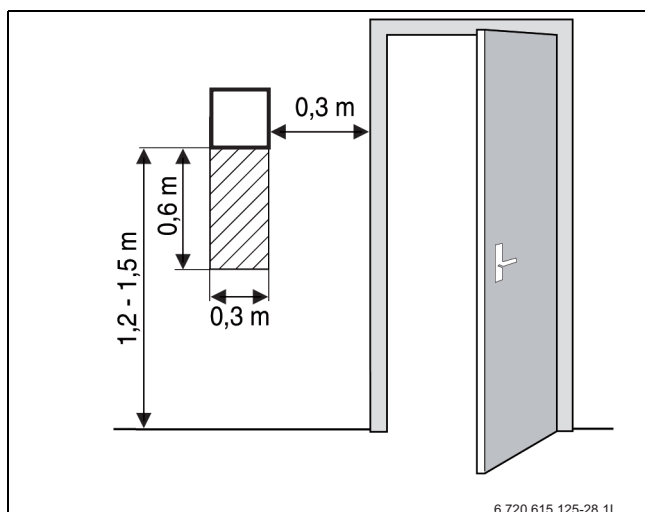

Bild 16 Empfohlene Montageposition für Raumtemperaturfühler
- Ungehinderte Zirkulation der Raumluft unter Raumtemperaturfühler (schraffierten Bereich auf Bild 16 freihalten).